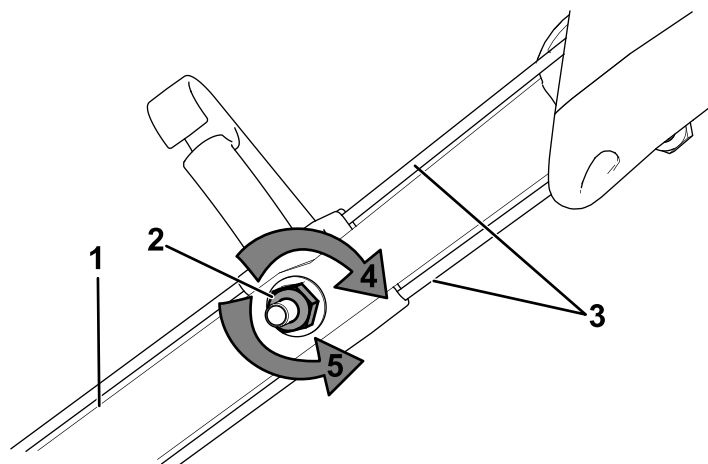

Figura 25
1. Gire la tuerca de ajuste en sentido antihorario para aflojar los ajustes de cables (Figura 25).
2. Ajuste la tensión de los cables (Figura 25) tirando de ellos hacia atrás o empujándolos hacia adelante, y sujételos en esa posición.